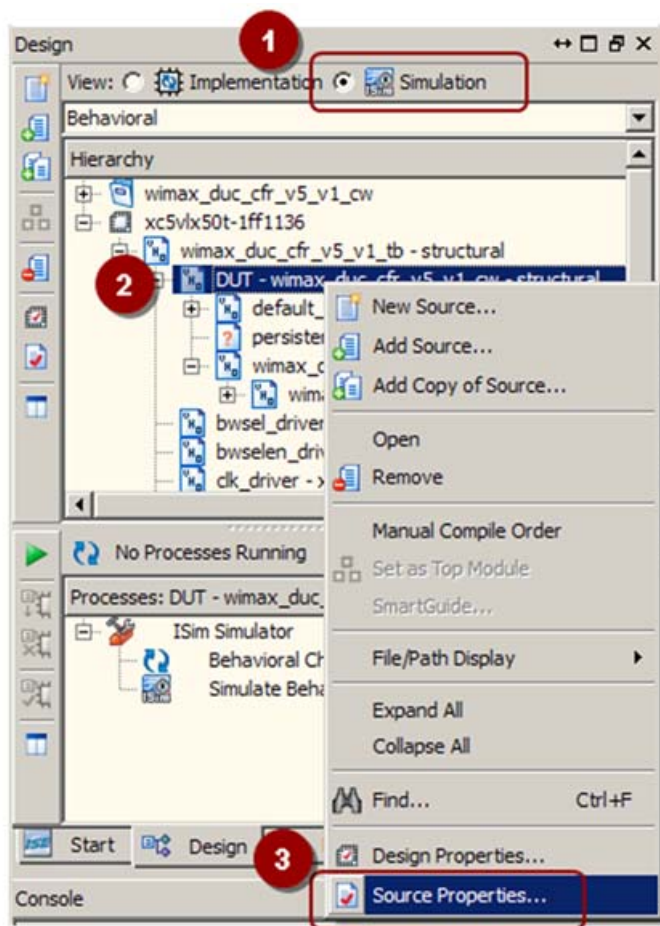
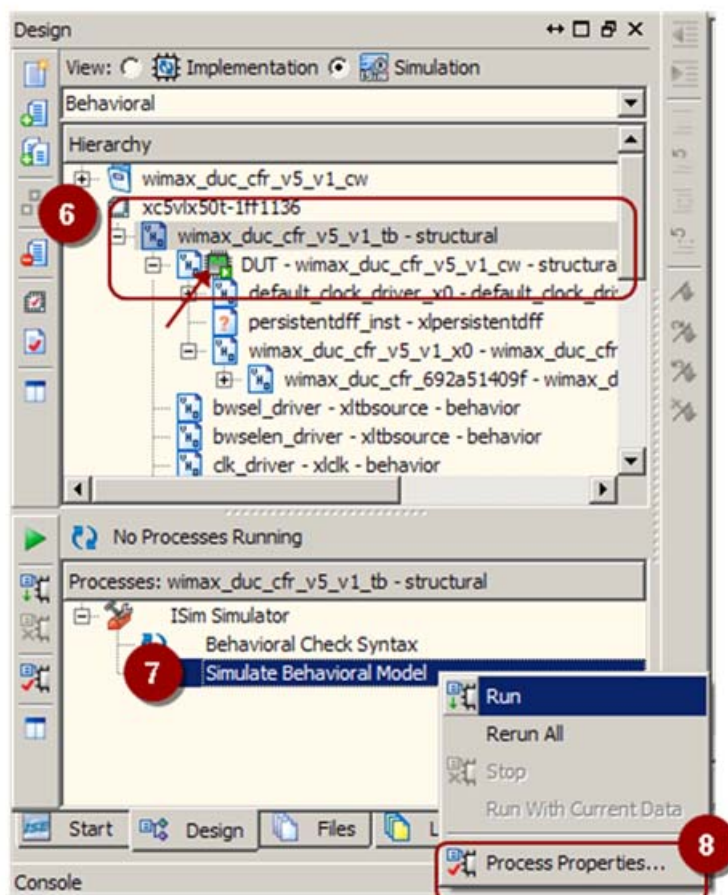

図 8-1 : 手順 1、2、3
図 8-3：手順 6、7、8
7. **[Simulate Behavior Model]** のプロセス プロパティを開くと、コンパイルおよびシミュレーション プロセスを開始する前に **ISim** のオプションを設定できます。図 8-1 から 88 ページの図 8-3 は、手順 1 ～ 8 を示しています。